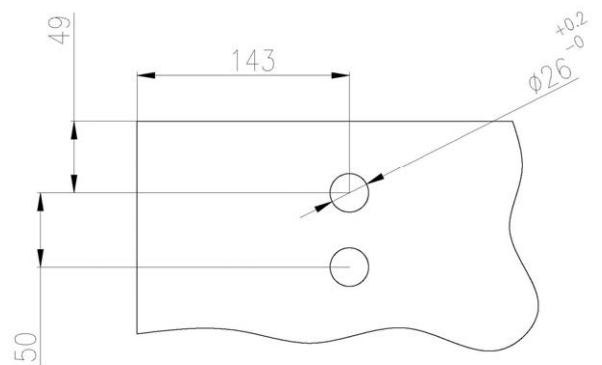

Fig.5 Realizzazione fori sull'anta in vetro
- Realizzare i fori di fissaggio del carrello sull'anta in vetro, seguendo le quote riportate in Fig.5). Per una luce di passaggio di larghezza X ed altezza Y, l'anta dovrà avere larghezza $X+100$ ed altezza $Y+38$.
- Realize the fixing holes of the trolley on the leaf glass, according to the dimensions shown in Fig. 5). For a passage of width X and height Y, the door must have a width $X+100$ and height $Y+38$.
- Realize los horados de fijación del carril en la hoja en vidrio, de acuerdo con las cuotas de la Fig. 5, por una abertura de paso de anchura X y de altura Y, la puerta debe tener una anchura $X+100$ y altura $Y+38$
- Réaliser les trous de fixage du chariot sur la porte en verre, suivant les dimensions indiquées en Fig. 5). Pour une lumière de passage de largeur X et hauteur Y, la porte devra avoir largeur X+100 et hauteur Y+38.